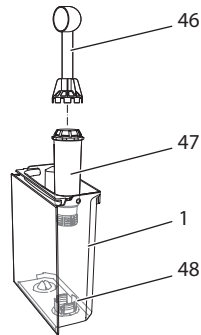

Abb. 25: Wasserfilter ein-/ ausschrauben
- Entfernen Sie den Wasserfilter, wenn das Gerät Sie dazu auffordert (siehe Abb. 25, Seite 30).